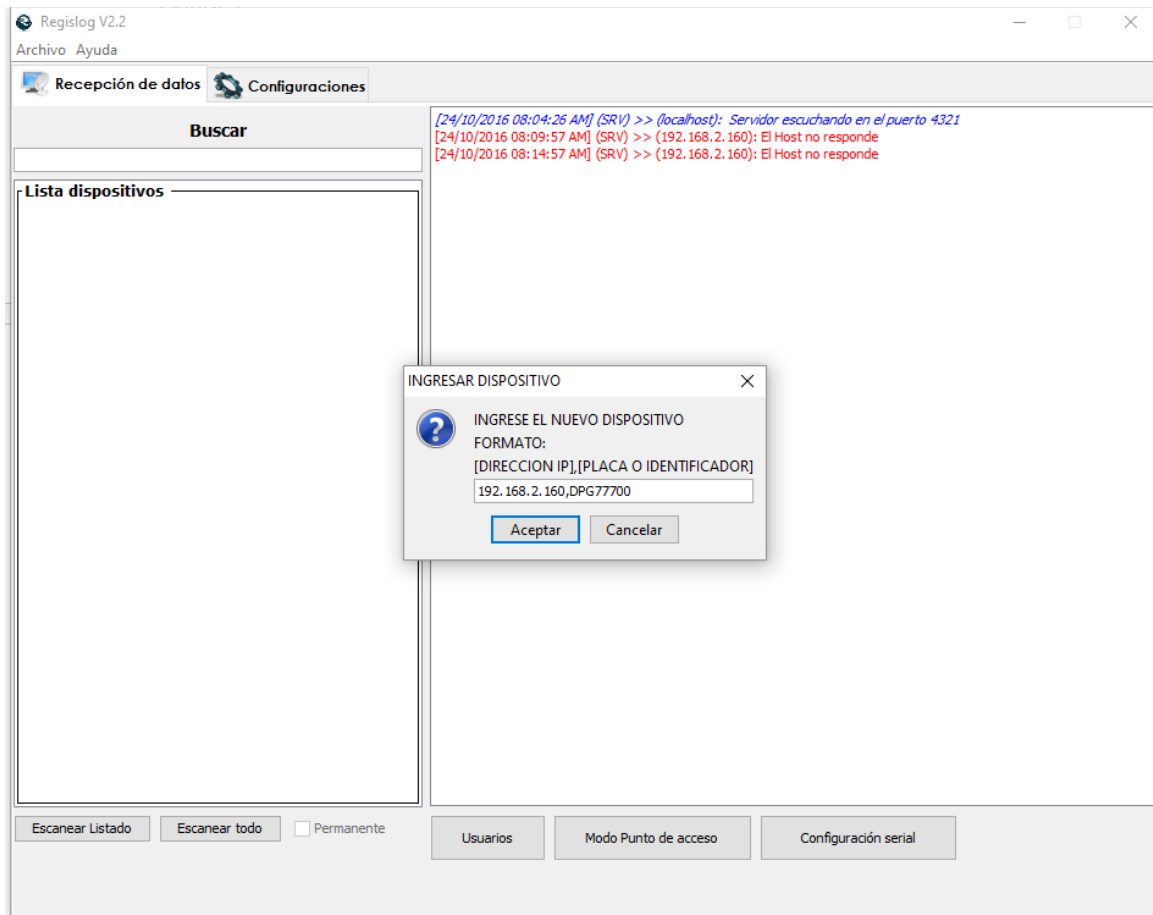

Figura 3.
2. Una vez definida la información de entrada se puede dar clic derecho sobre la ventana que corresponde a “Lista dispositivos” y seguidamente entramos a la opción “Agregar”. En este campo hay que digitar la IP y el puerto del dispositivo seguido de una coma y el nombre que se le va a asignar (ver figura 3). Por ejemplo: